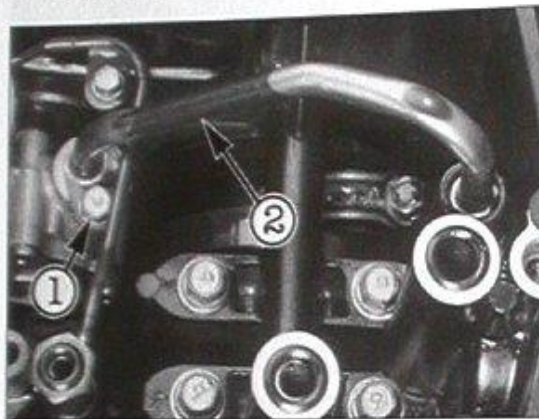

Bild 197
- Ölleitung nach Ausdrehen der Befestigungsschraube abnehmen (Bild 197).